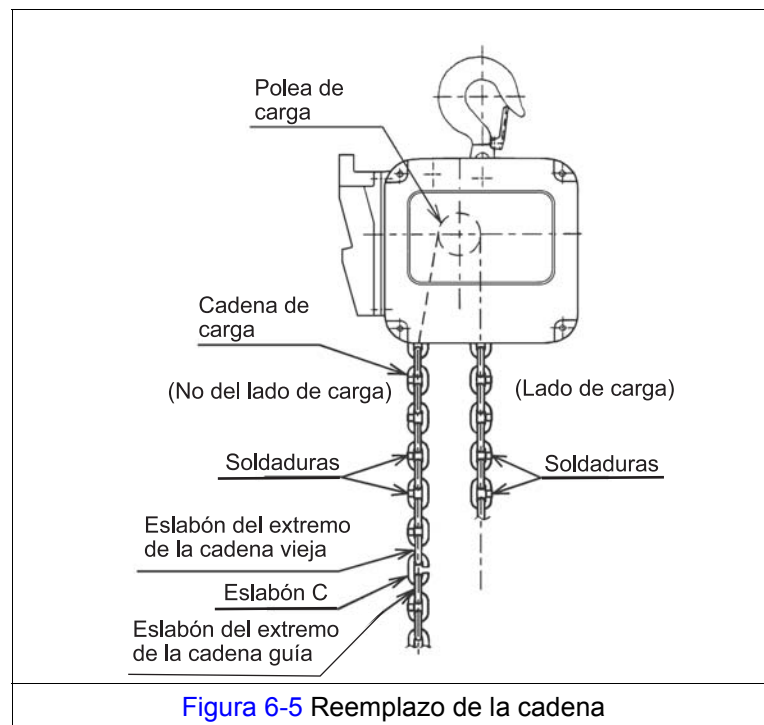

Figura 6-5 Reemplazo de la cadena
- 5) Usando un eslabón "C", sujete la nueva cadena en el último eslabón de la cadena vieja en el lado sin carga. El eslabón del extremo de la nueva cadena de carga se debe conectar de tal forma que las porciones soldadas de los eslabones verticales de la cadena de carga estén orientados hacia el exterior cuando pasan sobre la polea. Consulte la Figura 6-5.